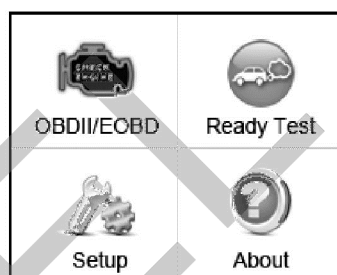

Рисунок 3-1
После подачи электропитания на дисплее сканера отображается **главное окно**. См. рисунок 3-1.
- 1) В **главном окне** с помощью **кнопки прокрутки** выберите раздел **About [Сведения]**, а затем нажмите **кнопку ввода/выхода**. Дождитесь появления окна **About [Сведения]**. См. рисунок 3-1.